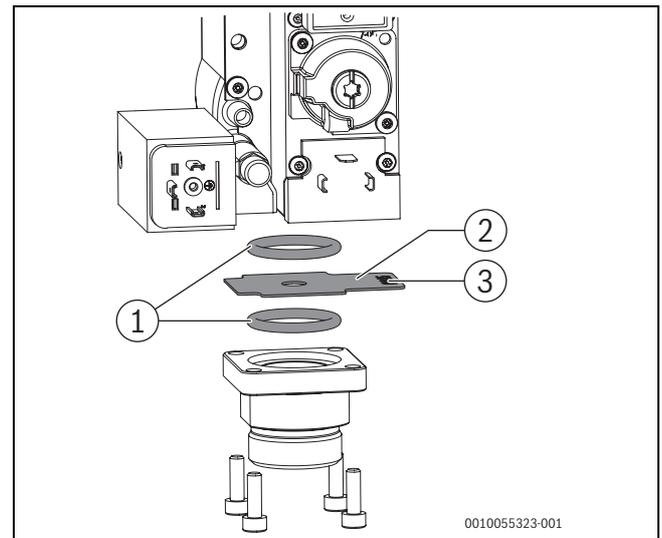

Bild 27 Gasblende austauschen (Kesselgröße 75; 100 kW)
- ▶ Gasblende (→Bild 27 und 28, [2]) abnehmen und gegen die der gelieferten Gasart entsprechende Gasblende austauschen (→Tab. 9).
- ▶ O-Ringe (→Bild 27 und 28, [1]) auf Beschädigung prüfen und gegebenenfalls austauschen.
Gasblende mit der Beschriftung (→Bild 27 und 28, [3]) nach oben einlegen, Beschriftungsglasche nach rechts zeigend.
Legende zu Bild 27 und 28: